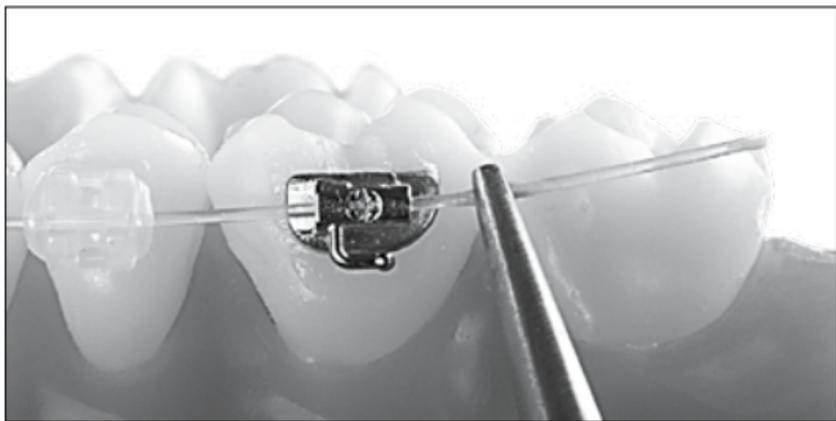

Fig. 2 : Faire passer l'arc à travers le tube en le tirant.
- Faire passer l'arc translucide pearl dans le tube vestibulaire (Fig. 2).